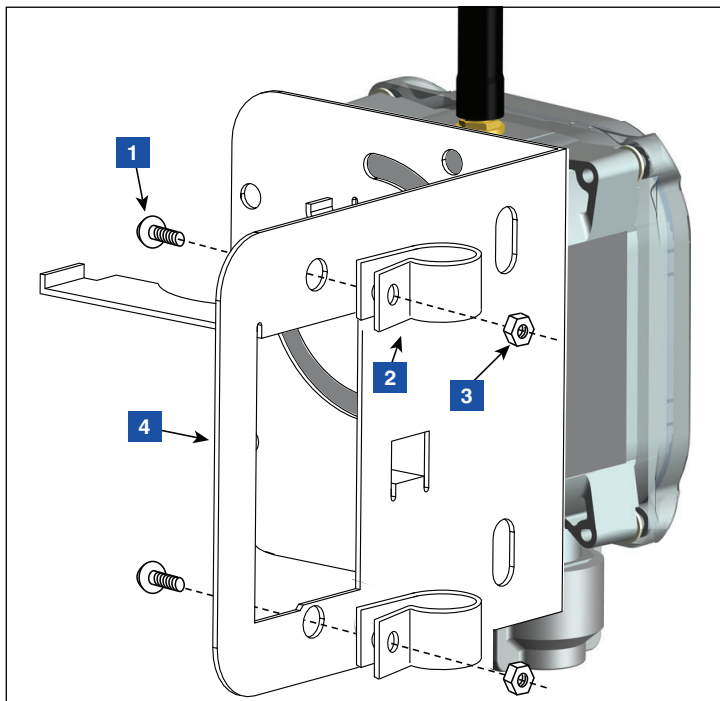

Figura 16. Sujete las abrazaderas del conducto al soporte
4. Fije dos abrazaderas de plástico de 12,7 mm (1/2") a la abrazadera de soporte como se muestra en la Figura 16.
LEYENDA PARA LOS CUADROS NUMERADOS DE LA Figura 16